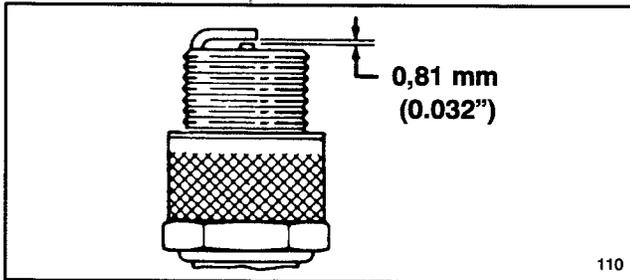

Figure 19
3. Régler l'écartement des électrodes à 0,81 mm (0.032") (Fig. 19). Monter la bougie correctement réglée, munie de son joint, et la serrer fermement à 13,6 Nm (10 ft-lb).